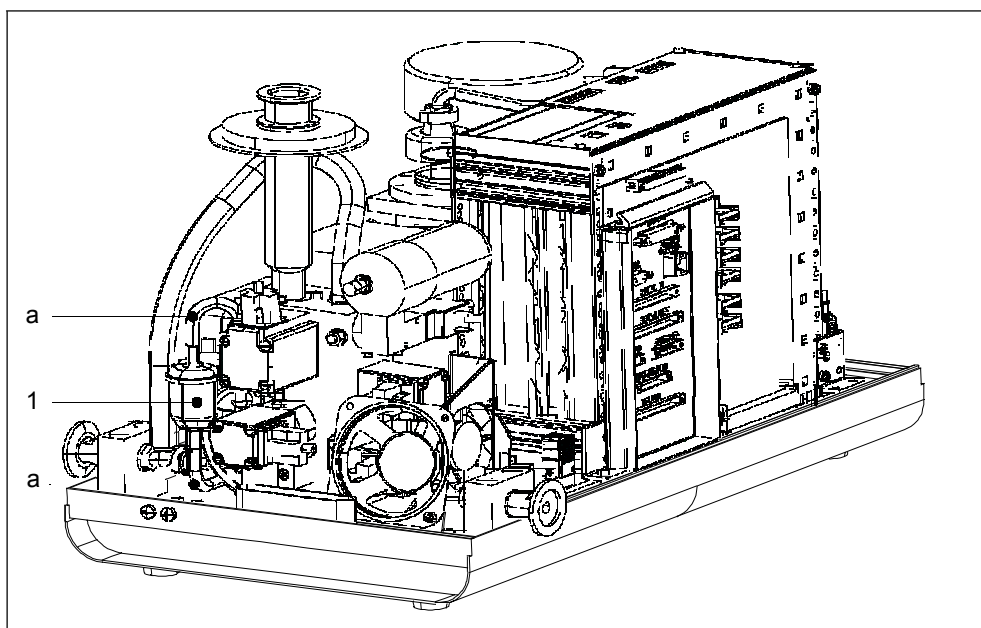

Рис. 7-8 Замена фильтрующего элемента в течеискателе Modul1000
- Для демонтажа фильтрующего элемента отсоедините шланговые соединения от быстродействующих муфт. Если нажать на внешнее кольцо быстродействующих муфт, можно быстро снять шланги. Направление установки показано на Рис. 7-8.